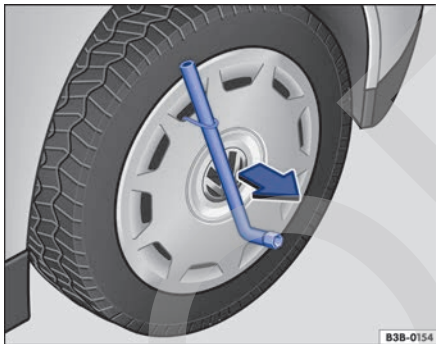

Fig. 228 Desmontar el tapacubos integral.
- Introduzca la llave de rueda por el gancho de alambre → fig. 228 y tire del tapacubos en el sentido de la flecha.